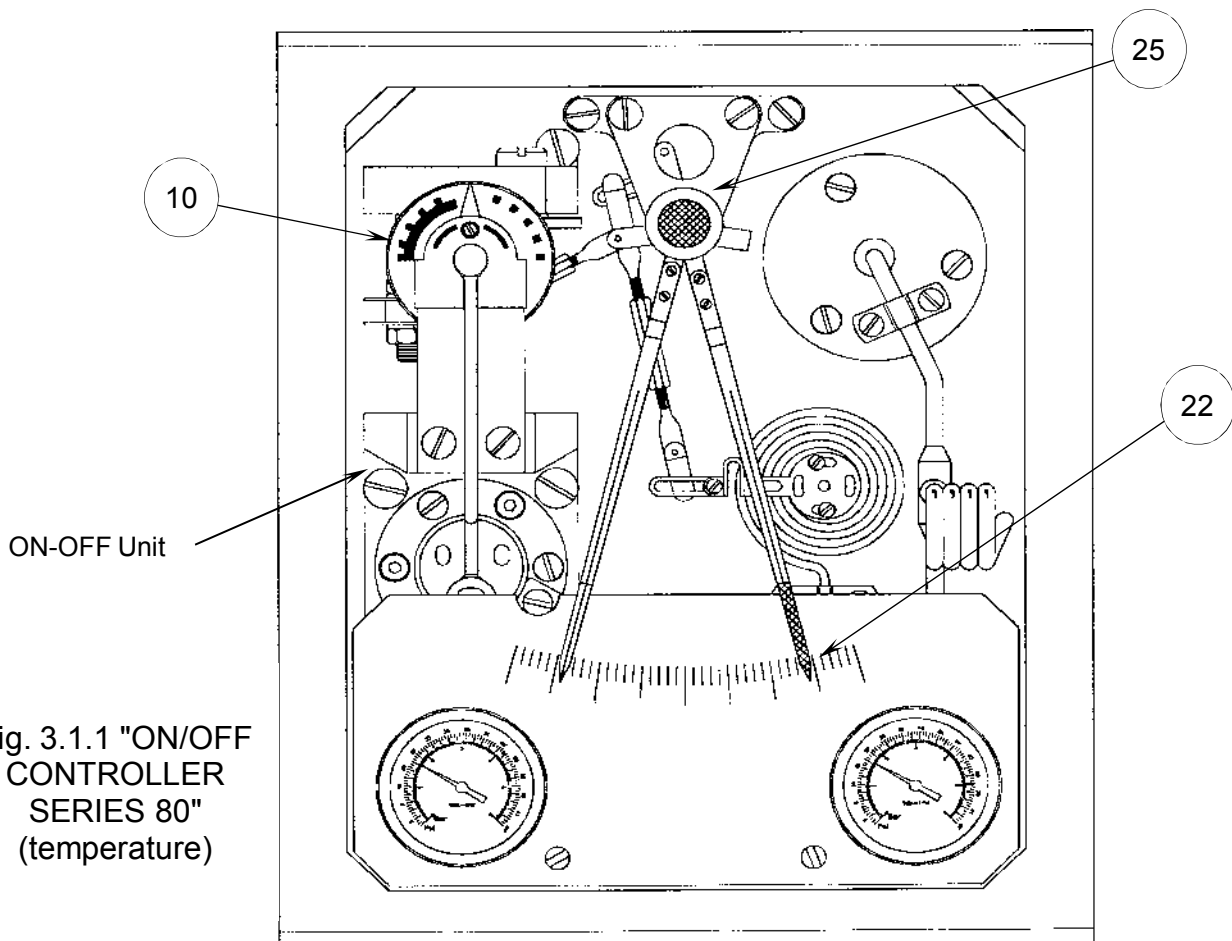

Fig. 3.1.1 "ON/OFF
3.1. CONTROLLER ON-OFF (Fig. 3.1.1)